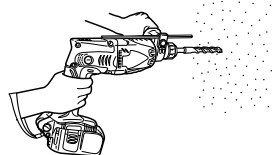

Fig. 19
- (1) Monter le foret de perçage.
- (2) Tirer l'interrupteur de déclenchement après avoir appliqué la pointe du foret sur la position de perçage désirée. (Fig. 19)
- (3) Il n'est pas du tout nécessaire d'appliquer une forte pression sur le perforateur à percussion. Il suffit d'appliquer une légère pression de manière à ce que la poussière et les éclats soient déchargés progressivement.
**Quand le foret de perçage touche une poutre en fer, la mèche s'arrête immédiatement et le perforateur à percussion réagit en tournant. Par conséquent, tenir fermement la poignée principale et la poignée latérale, comme indiqué à la Fig. 19.**
Pour installer le balai en carbone, choisir le sens de façon que le clou du balai en carbone s'adapte à la section de contact à l'extérieur du tube de balai. Puis l'enfoncer du doigt comme indiqué à la Fig. 19. Enfin, remettre le capuchon du balai en place.